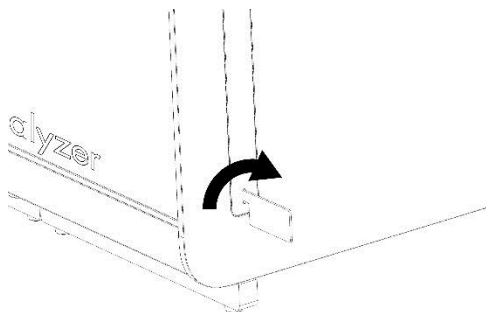

Figura 2. Remoção de tampas protetoras.
2. Remova as tampas protetoras da parte lateral do módulo analítico, utilizando a ferramenta de remoção de tampa protetora fornecida com o QIAstat-Dx Analyzer 1.0 (Figura 2).